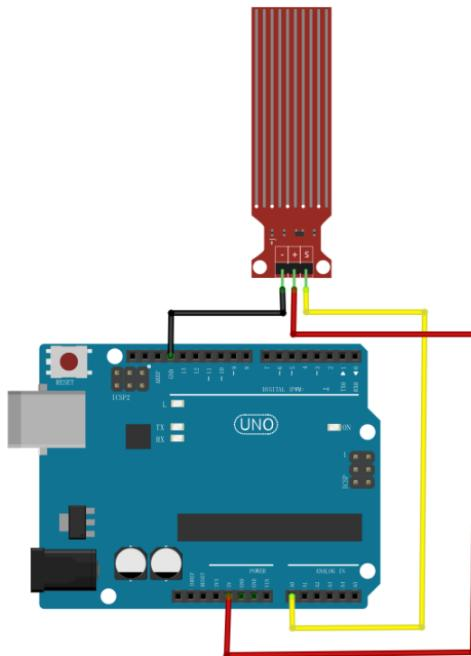

图 23.2: 实验接线图
- (1) 按照如图23.2所示的方式完成接线;
- (2) 打开 Arduino IDE，输入程序；
- (3) 检查无误后上传程序；
- (4) 打开串口监视器，并将水深传感器放入不同深度的水中，观察其读数变化。